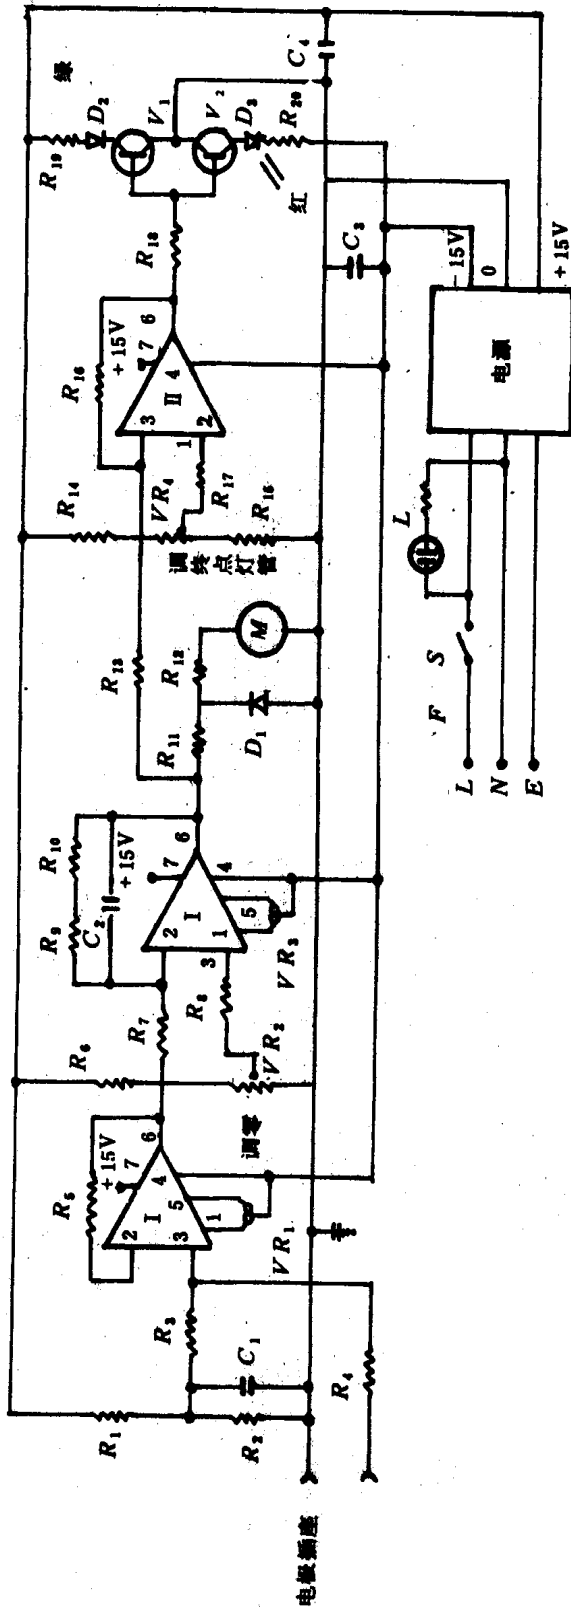

图 1 ST 型电位测定仪线路图
5.1 ST(死停点)型电位滴定仪：线路图见图1。也可使用一个带有高阻极化电流源的任何完全停止式仪器，只要两个铂电极间电压能维持在0.8V左右，在电极处有50mV左右电位变化(即可指示滴定终点)就可以使用。